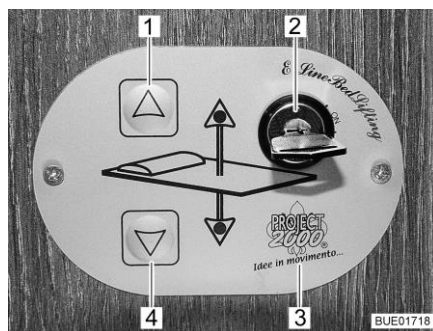
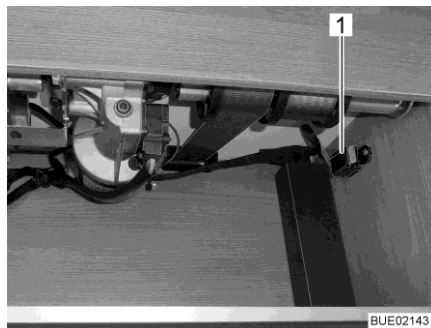

Fig. 144 Elemento di regolazione
Fig. 148 Fusibile
È possibile abbassare o alzare il letto basculante tramite i tasti (Fig. 144,1 e 4) presenti sull'elemento di regolazione (Fig. 144,3). L'elemento di regolazione viene bloccato tramite l'interruttore a chiave (Fig. 144,2) per evitarne l'utilizzo accidentale.
- Ruotare la chiave dell'interruttore a chiave (Fig. 144,2) di 90° in senso orario. L'elemento di regolazione (Fig. 144,3) è attivato.
- Premere il tasto freccia (Fig. 144,4) e tenerlo premuto fino a quando il letto basculante raggiunge la posizione desiderata in basso.
- Premere il tasto freccia (Fig. 144,1) e tenerlo premuto fino a quando il letto basculante raggiunge la posizione finale in alto.
Se non si riesce più a spostare il letto basculante con i tasti freccia (Fig. 144,1 e 4), controllare per prima cosa il fusibile nell'armadietto pensile posteriore (Fig. 148,1). Se il fusibile è a posto e ciononostante non si riesce a spostare il letto basculante, è possibile muoverlo manualmente.